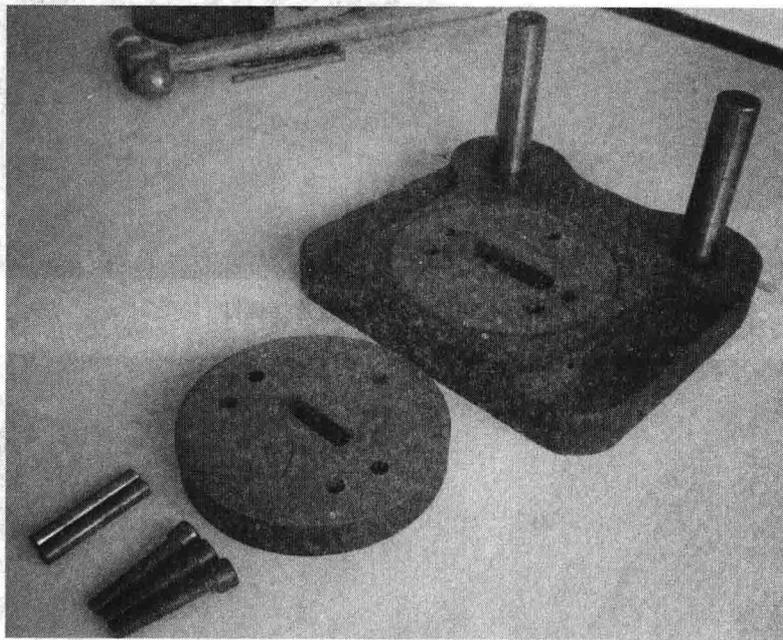

图 1-8 卸料板、弹簧及连接螺钉
(3) 拆下模。
① 松开下模座上的 3 个连接螺钉，卸下 2 个销钉，取下凹模板（见图 1-8）。